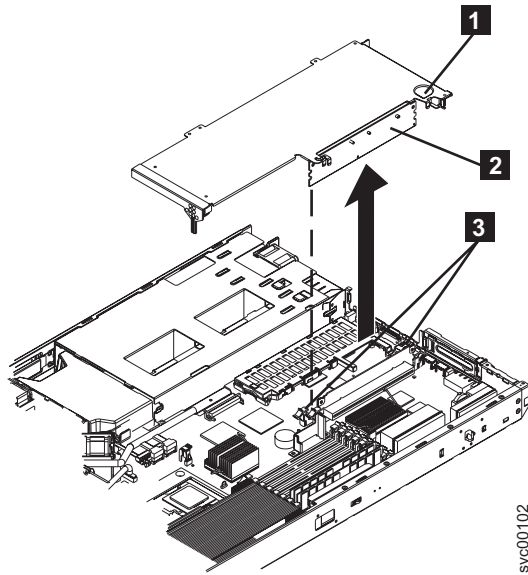

図 182. SAN ボリューム・コントローラ 2145-8F2 または SAN ボリューム・コントローラ 2145-8F4 のスロット 2 アダプター
- a. スロット 2 のライザー・カード (224 ページの図 182の **2**) の両側面にある固定クリップを、ライザー・カードからの接続がなくなるまで下方に押しながら開きます。